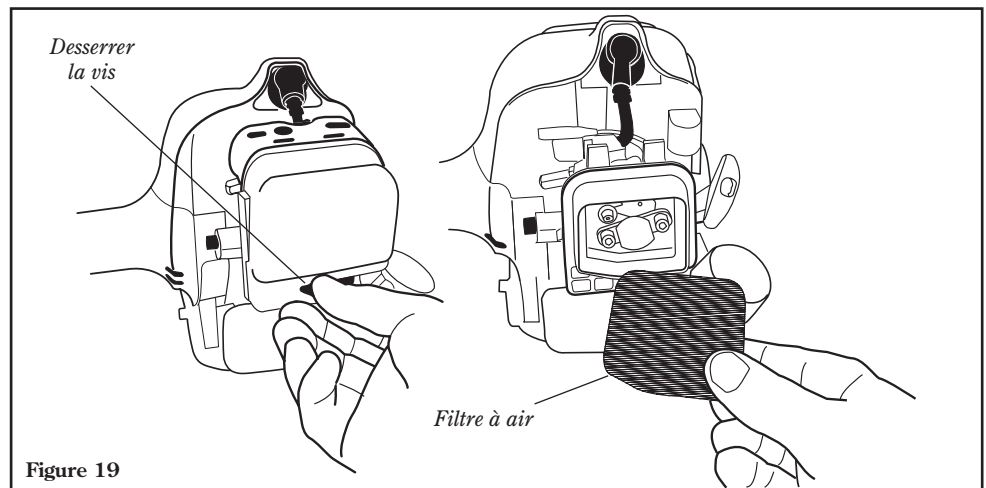

Figure 19
- Nettoyer le filtre à air. Voir figure 19. Nettoyer ou remplacer selon le cas. Pour nettoyer le filtre à air : le laver abondamment avec de l'eau savonneuse. Laisser sécher avant de réinstaller.